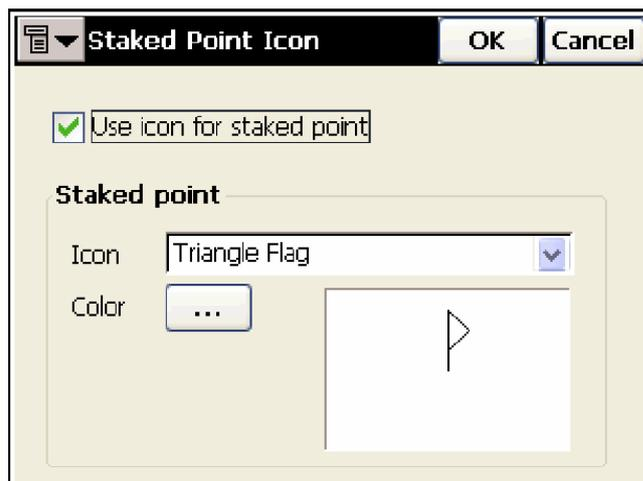

Рисунок 3-56. Иконка вынесенной в натуру точки
12. Для того чтобы вывести на карту иконку вынесенной в натуру точки, выберите опцию *Display* в меню в левом верхнем углу окна **Stakeout Parameters**. В окне **Staked Point Icon** выберите требуемые свойства этой иконки (рис. 3-56 на стр. 3-38).